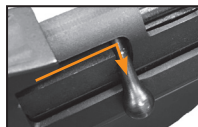

ilustración 5c
- Empuje el cerrojo hacia adelante y hacia abajo para sentar la munición **(ilustración 5c)**
(Ilustración 5c)